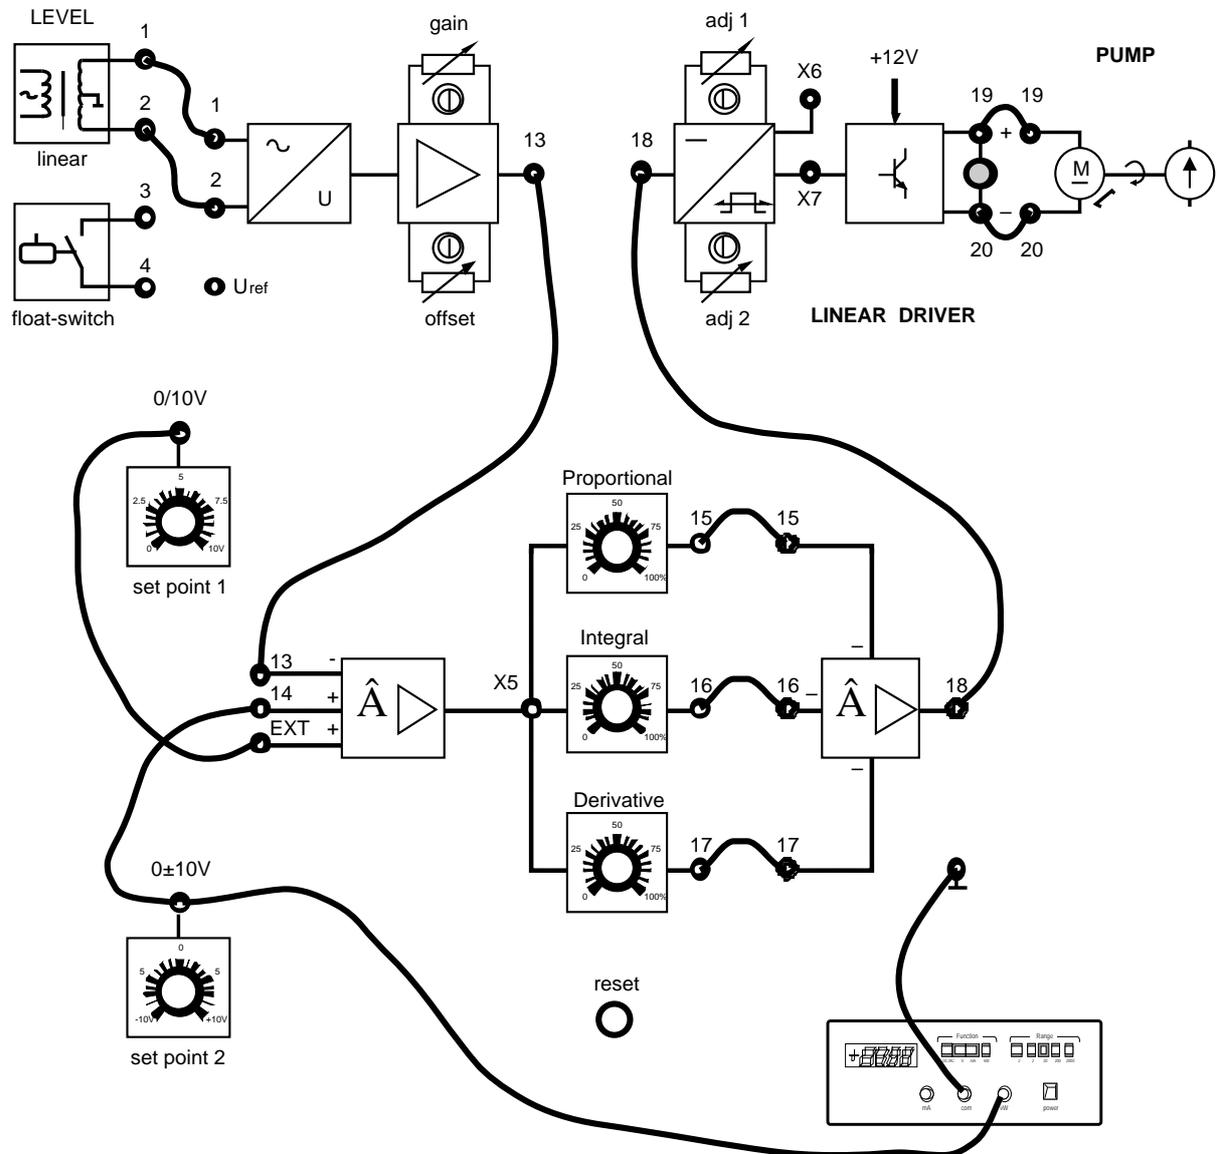

Fig. 12.1
Una vez asegurado de que se conozcan los prerrequisitos, analiza con los alumnos las curvas reproducidas en las Unidades Didácticas 9, 10 y 11. Establecidos los posibles valores de K_p , K_i y K_d que hay que utilizar, entrega a los alumnos la Ficha 12.1 que representa el cableado del control (fig. 12.1) y prepara el panel de simulación del proceso de la siguiente manera:
- 5) Utilizar contemporáneamente las acciones proporcionales, integral y derivativa y realizar el ejercicio siguiendo las indicaciones sugeridas en las Unidades Didácticas 9, 10 y 11 (ficha 12.1 fig. 12.1).